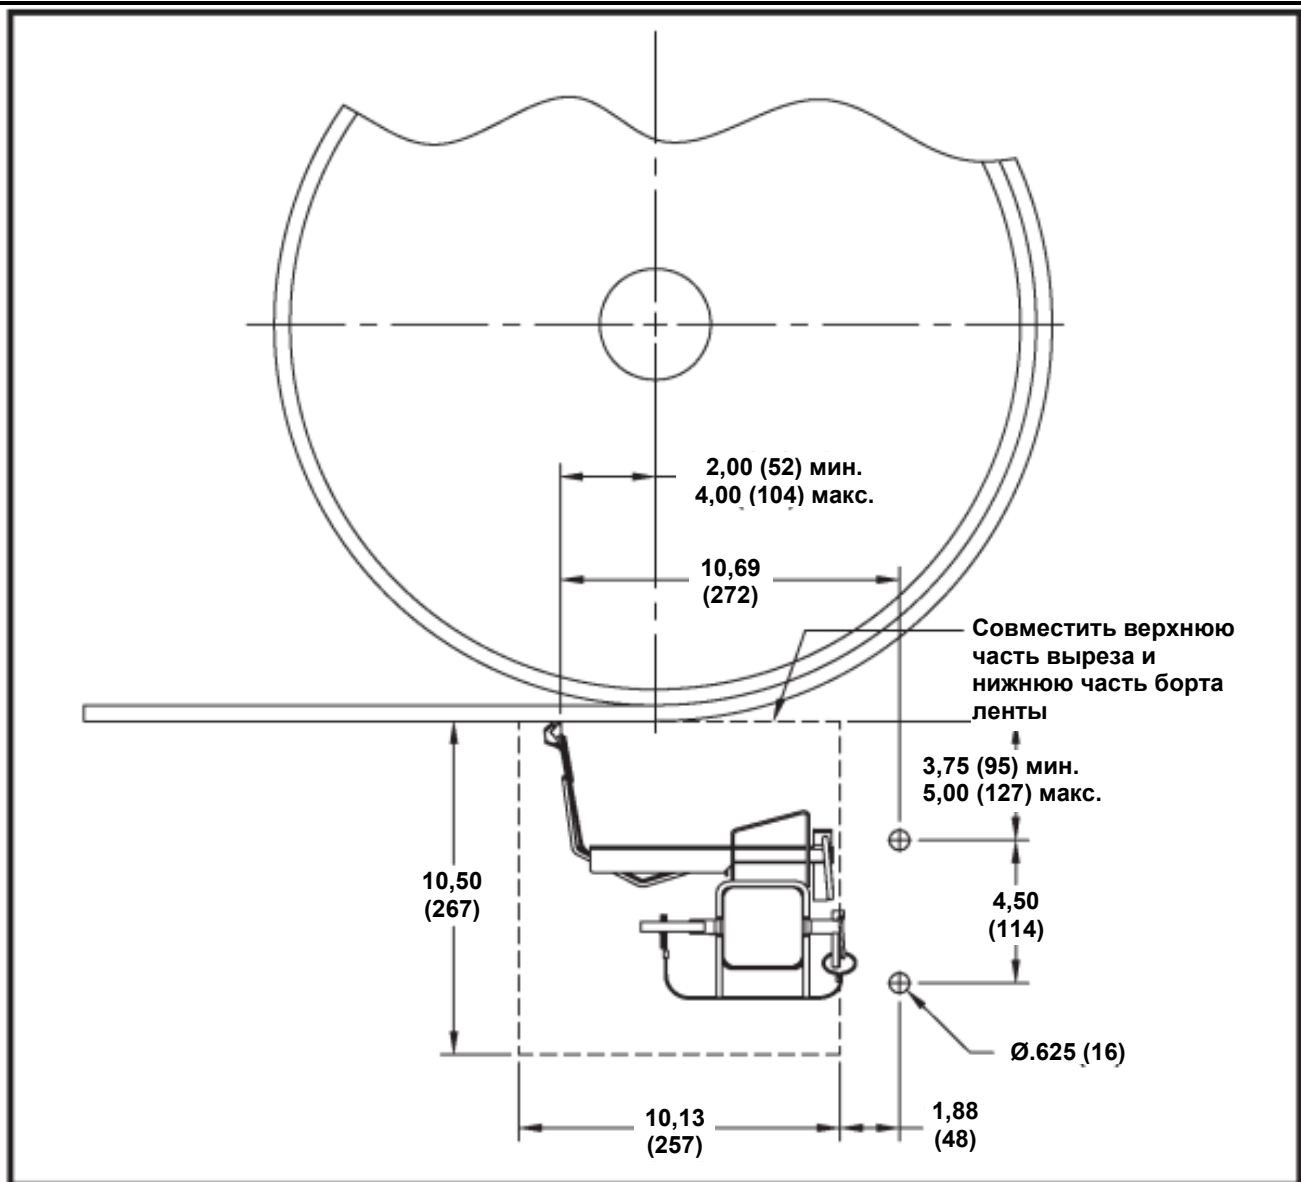

Рис. 1. Место установки
1. Отметьте расположение выреза желоба и монтажных отверстий, как показано на рис. 1. Сделайте то же самое с обеих сторон желоба, убедившись в том, что вырезы расположены параллельно друг к другу.
1. Наденьте картридж с ножами на ось, при этом ножи должны располагаться так, как это показано на рис. 1. Надавливайте на дальний конец ножа в сторону стационарной шпильки до тех пор, пока картридж не зафиксируется.